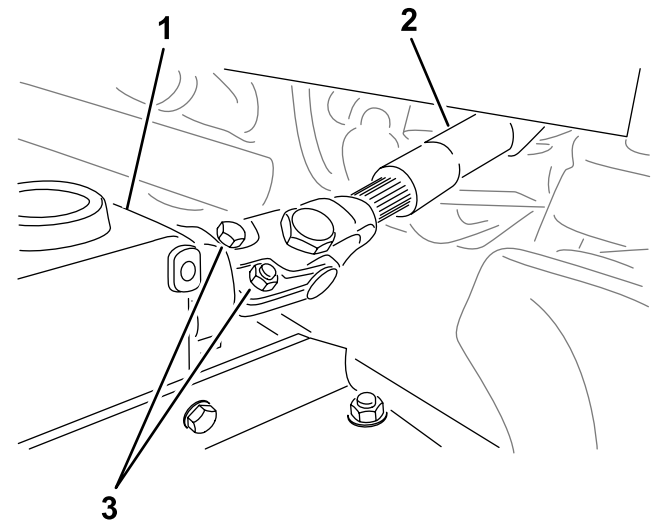

Figure 21
- 5. Retirez les boulons et les écrous de l'arbre de PDF (Figure 21) et sortez la chape du boîtier d'engrenages.